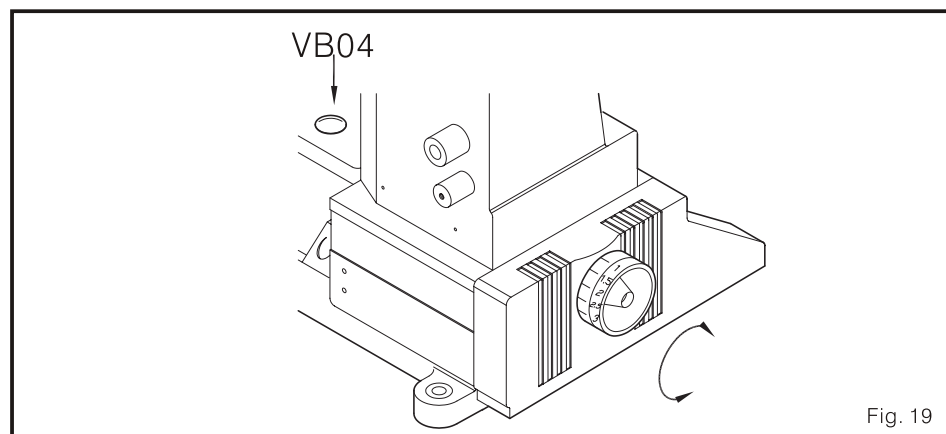

Fig. 19
1. ajustar a quantidade do transportador principal: (Fig. 19)